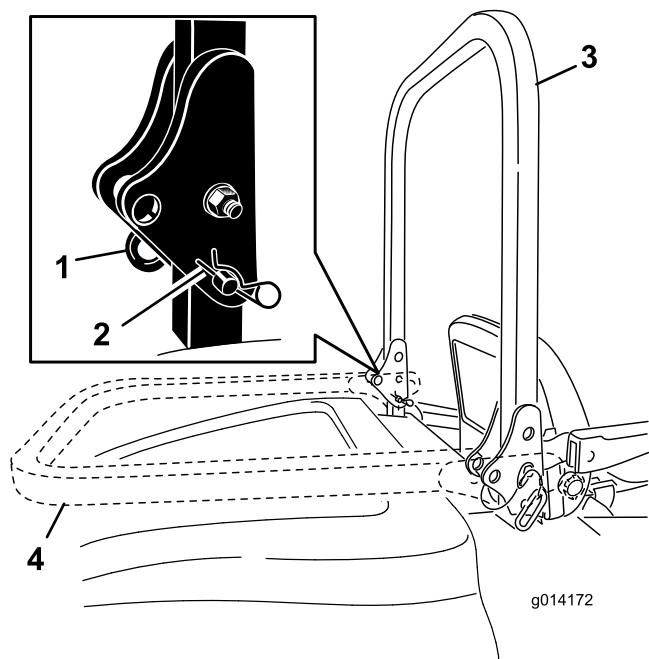

Figura 10
1. Per abbassare il roll bar, togliete le coppiglie, spingete in avanti il roll bar contro le molle e togliete le due spine (Figura 10).
2. Abbassate il roll bar (Figura 10).
3. Montate le due spine e fissatele con le spine delle coppiglie (Figura 10).
4. Per alzare il roll bar togliete le spine delle coppiglie e le due spine (Figura 10).
5. Alzate completamente il roll bar e montate le due spine, quindi fissatele con le coppiglie (Figura 10).